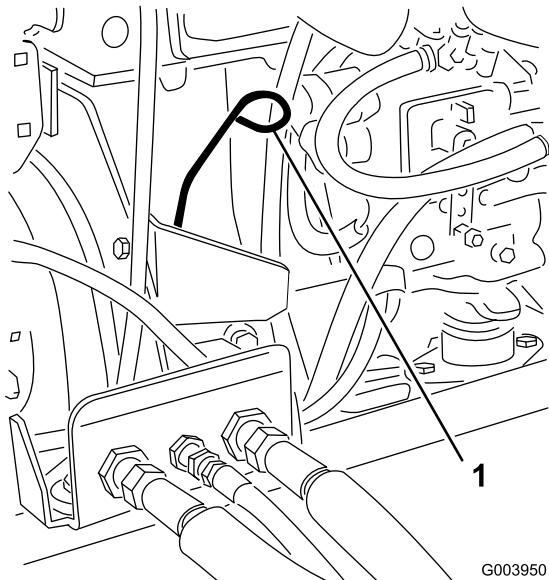

Bild 32
3. Nehmen Sie den Peilstab heraus und wischen Sie ihn ab. Stecken Sie ihn dann ein (Bild 32).